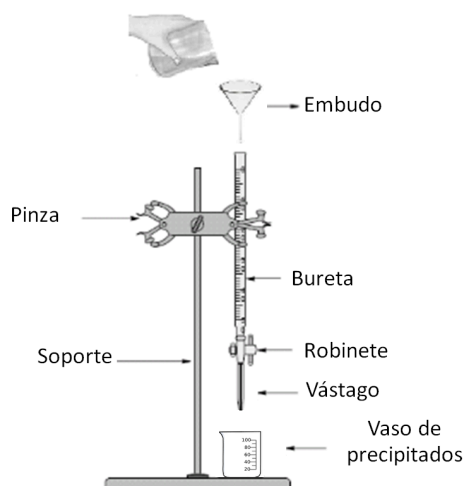

Figura 1: Montaje de una bureta
1. En la Figura 1 se muestra cómo debe montarse una bureta para titular. Debe estar perfectamente limpia para que las mediciones de volúmenes sean reproducibles en todas las titulaciones. Antes de comenzar, verificar que la bureta no pierda (consultar con el docente).